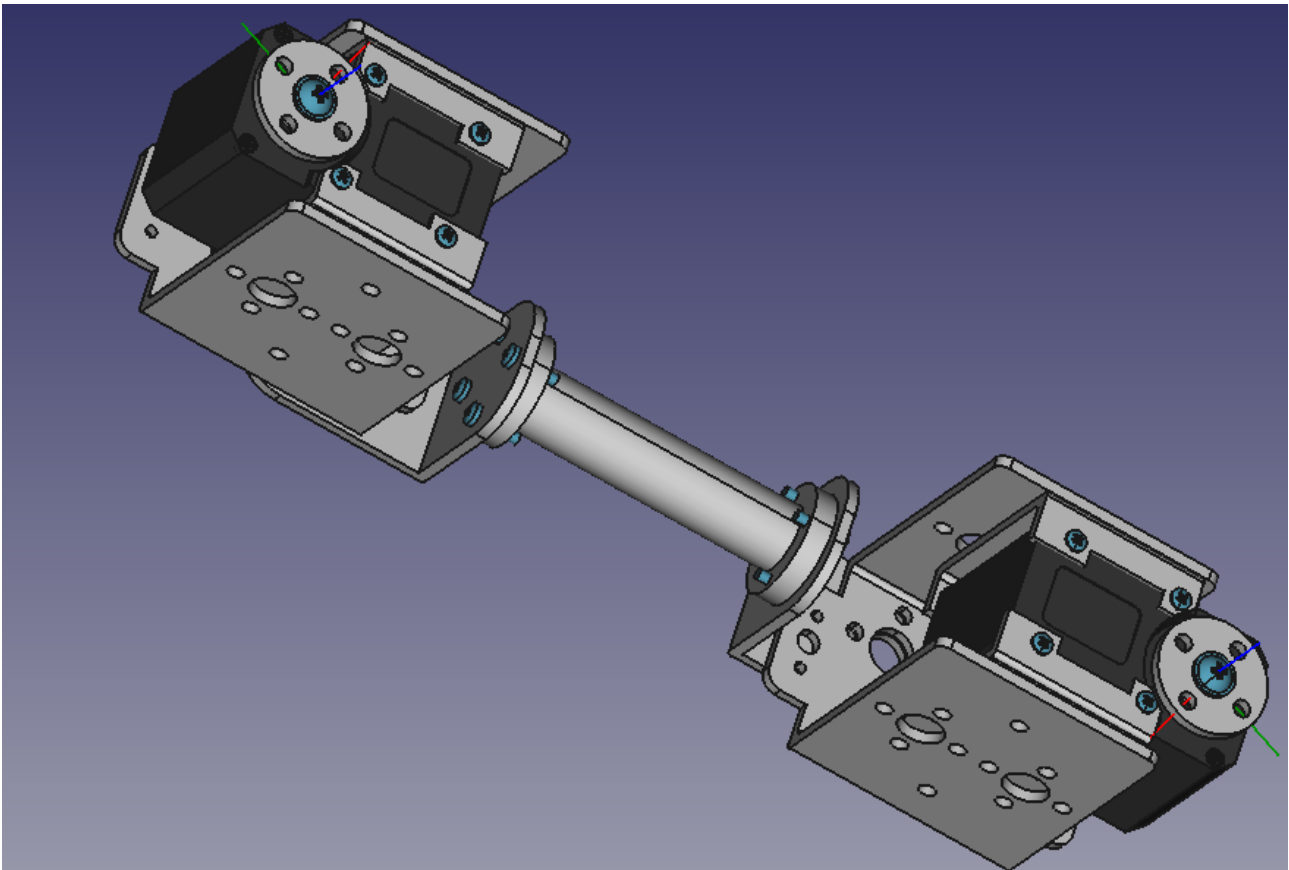

Рис.20. Звено A3_link
15. Отключить визуализацию всех LCS элементов сборки A3_link, кроме LCS_Rotor (Box_A3 и Box_A4) для исключения загромождения картинки сборки A3_link. Сборка звена A3_link представлена на Рис.20.